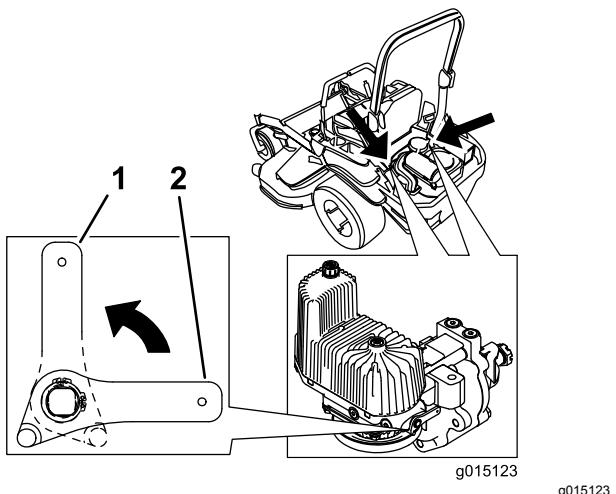

Figura 35
2. Gire las palancas de las válvulas de liberación a la posición vertical para empujar la máquina. Esto permite que el fluido hidráulico se desvíe alrededor de la bomba, dejando que las ruedas giren (Figura 35).
4. Gire las palancas de las válvulas de desvío a la posición horizontal para conducir la máquina (Figura 35).